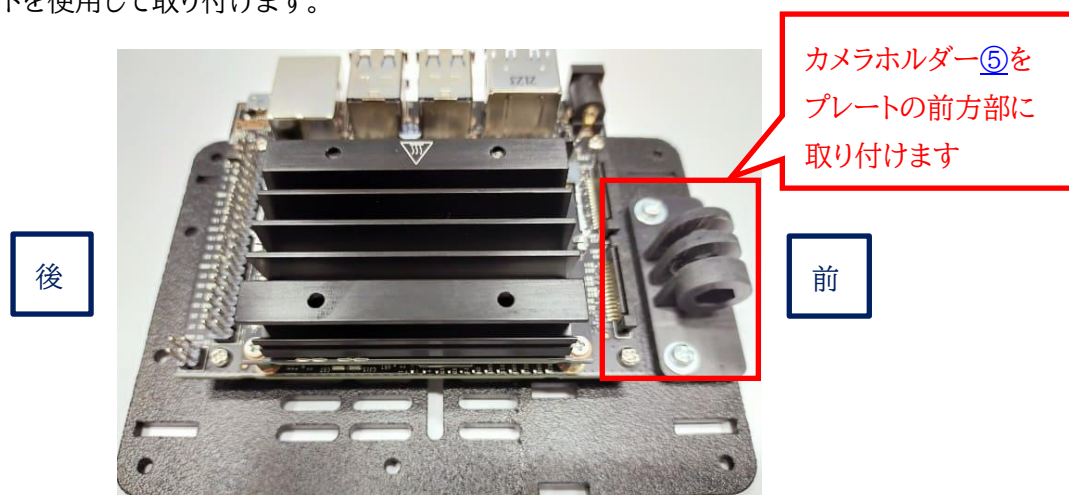
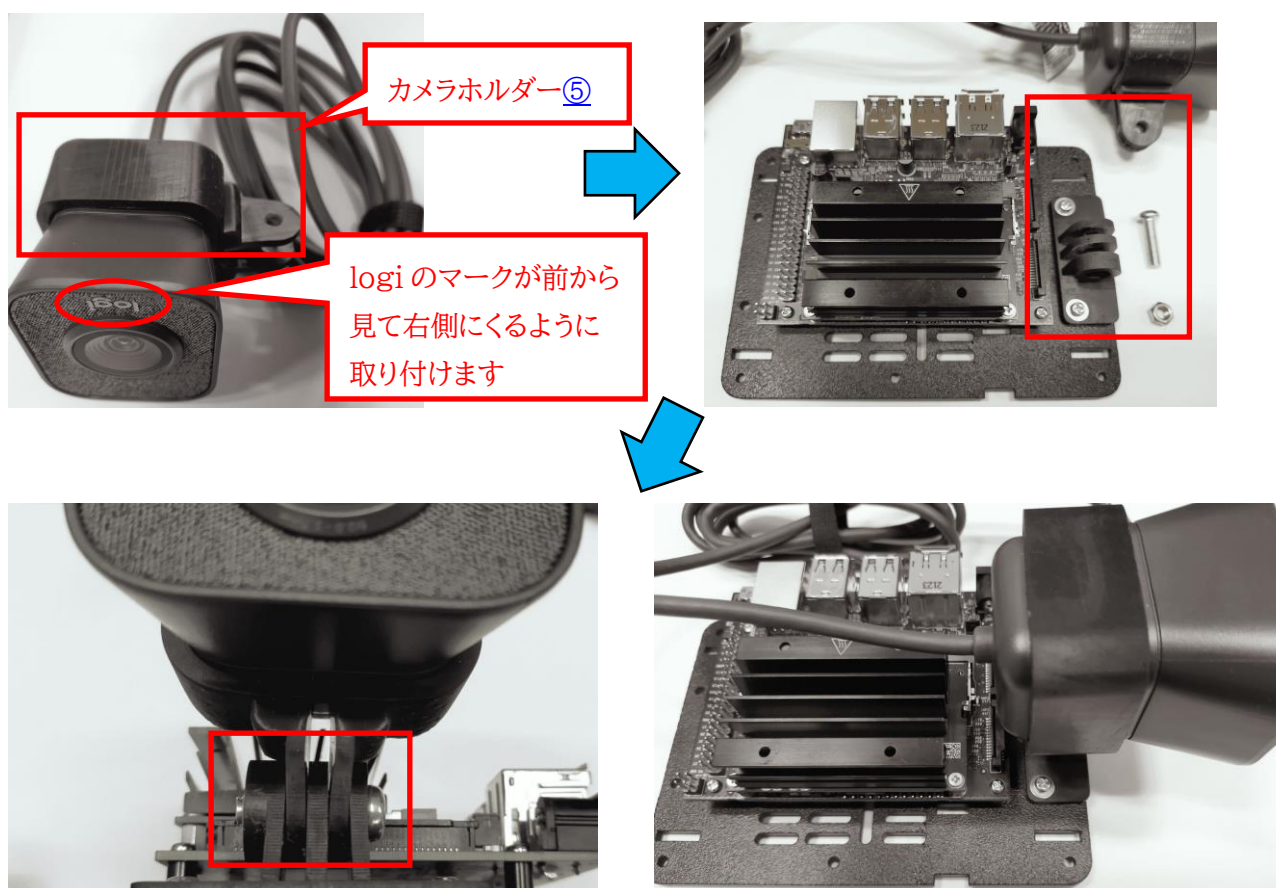

図 2-13 カメラホルダーの取り付け
図 2-14 USB カメラの取り付け
前方側にカメラホルダー⑤の部品を図 2-13 のようにプレートに取り付けます。ここでは、カメラホルダーの袋に入っているネジとナットを使用して取り付けます。
次に USB カメラ③にカメラホルダー⑤の部品を図 2-14 の左上図のように後ろから取り付けます。この時、カメラは前から見て logi のマークが右側に来るようにします。図 2-13 でプレートに取り付けたカメラホルダーに USB カメラをカメラホルダーの袋に入っている長いネジで、図 2-14 の左下図のように取り付けます。